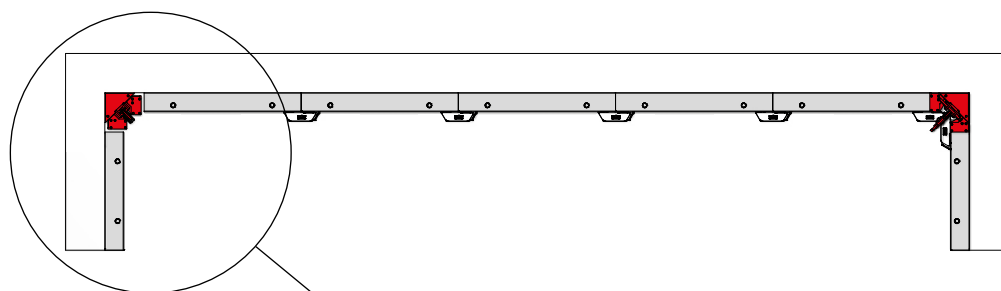

Abb. 55.2
2. M-Ausschalecke betätigen (Abb. 55.2 und Seite XT-52 bis -54).